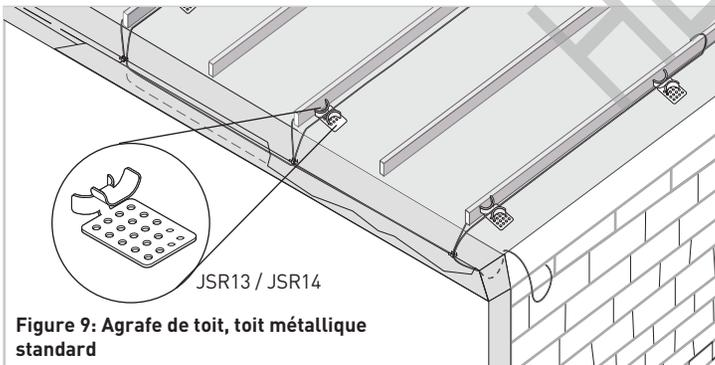

Figure 9: Agrafe de toit, toit métallique standard
- Les attaches de toit peuvent être fixées à un Toit de bardeaux ou en bardeaux à l'aide de clous ou de vis, tel qu'illustré à la figure 7. Les attaches de toit peuvent être fixées à un toit métallique à l'aide de vis, de clous ou d'adhésif, tel qu'illustré à la figure 9. (Voir les instructions d'installation pour plus de détails.) Refermer les trous de clou ou de vis si nécessaire avant d'installer le câble chauffant dans les clips.